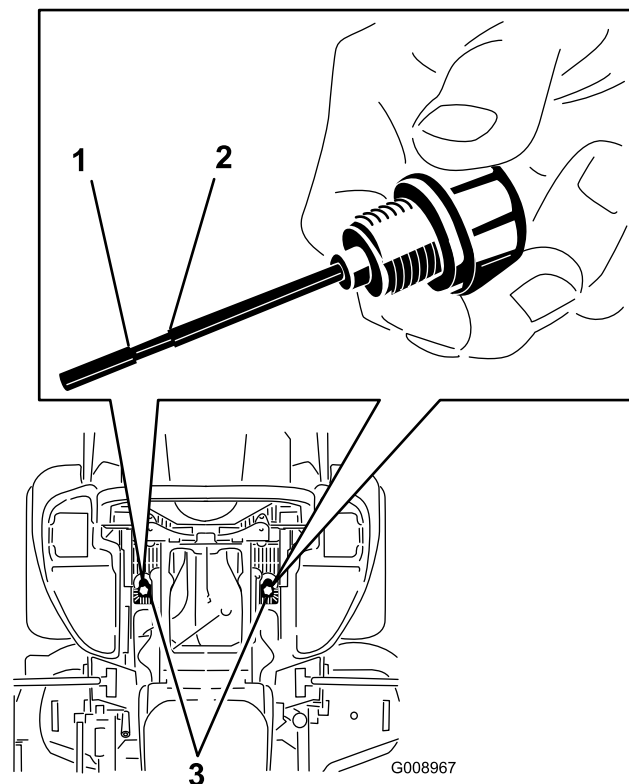

Figure 83
6. Nettoyez la surface autour des jauges des réservoirs du système hydraulique (Figure 83).
7. Sortez la jauge du réservoir hydraulique (Figure 83).
9. Ressortez la jauge et examinez l'extrémité métallique (Figure 83). Le niveau doit atteindre la partie moletée. Si le niveau est bas, versez lentement une quantité d'huile suffisante dans le réservoir hydraulique pour amener le niveau jusqu'à la partie moletée.